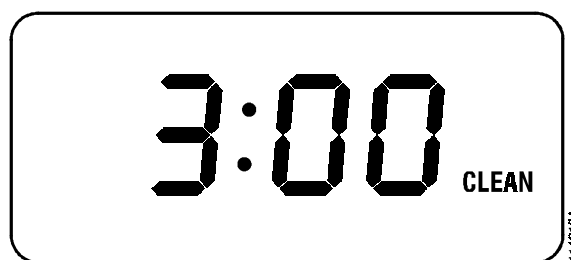

Figure 14.
6. Réglez le bouton sélecteur à **Self Clean** (auto-nettoyage). L'écran affichera alors SET-CLEAN-TIME avec un réglage initial de 3 heures. Si vous ne touchez pas aux boutons + ou - dans les secondes qui suivent, l'écran retournera à la fonction CLEAN, comme dans la Figure 14.